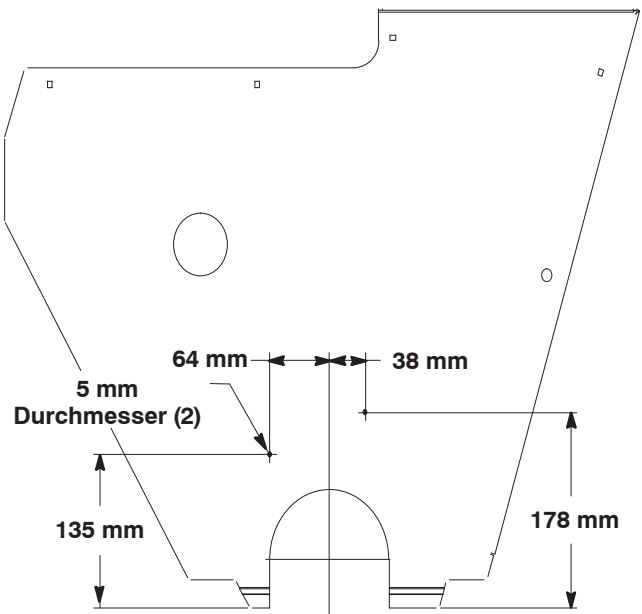

Bild 11
- 16.** Verwenden Sie die in Bild 11 angegebenen Werte, markieren Sie die Stellen und bohren Sie zwei Löcher mit einem Durchmesser von 5 mm in die Abdeckung.